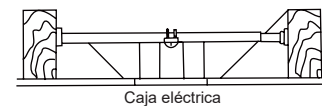

Fig. 4
**NOTA:** En función de la ubicación de instalación que hayas elegido, tal vez necesites comprar e instalar un “soporte de viga” para sostener la caja eléctrica. Asegúrate de que el soporte de viga que compres esté diseñado para usar con ventiladores de techo. **(Fig. 4)**